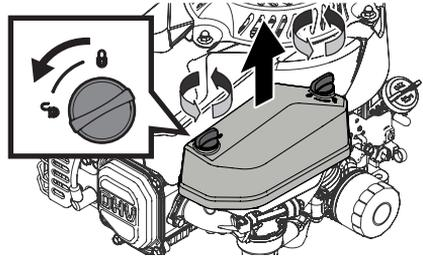

Figure 10
2. Retirez le couvercle du filtre à air (Figure 10).